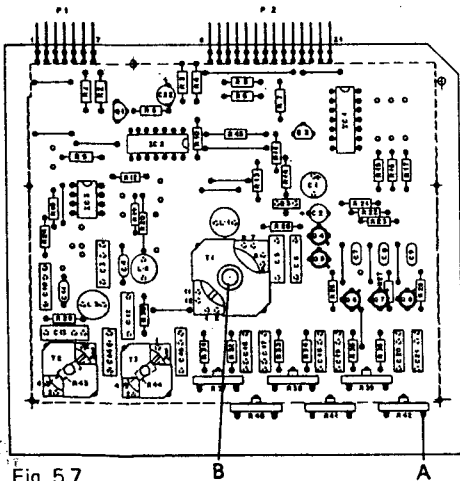

Fig. 5.7
- Digitalzähler an Punkt A (Fig. 5.7) anschliessen.
- Die Frequenz muss 105 kHz ± 1 kHz betragen. Falls die Abweichung grösser ist, kann dies mit dem Spulenkern von T1 (Fig. 5.7, Punkt B) korrigiert werden.
- Connect digital counter to point A (Fig. 5.7).
- The frequency must measure 105 kHz ± 1 kHz. If the deviation is larger, this can be corrected with the trimmer slug of T1 (fig. 5.7, point B).
- Raccordez le fréquencemètre digital au point A (fig. 5.7).
- La fréquence doit être de 105 kHz ± 1 kHz. Si l'écart est plus grand, il peut être corrigé en agissant sur le noyau de T1 (Fig. 5.7, point B).